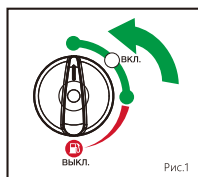

Рис.1
1. Поверните топливный переключатель в положение ВКЛ. (рис.1)
1. Отверните винты крепления и снимите левую боковую крышку (Рис.1).